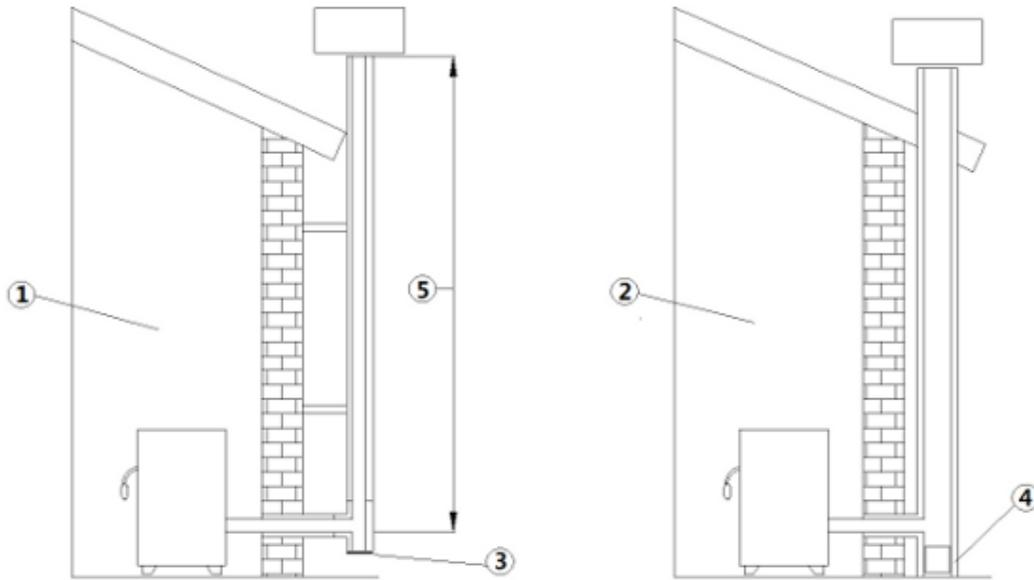

Fig. 2 - Rauchabzüge
### LEGENDE Fig. 2 a pag. 8
- Der Schornstein muss unabhängig sein (siehe **Fig. 2 a pag. 8**) mit isolierten Edelstahl-Rohren (1) oder an einem bereits bestehendem Rauchabzug (2).
- Beide Lösungen müssen einen Inspektionsdeckel (3) und / oder eine Inspektionstür haben (4).